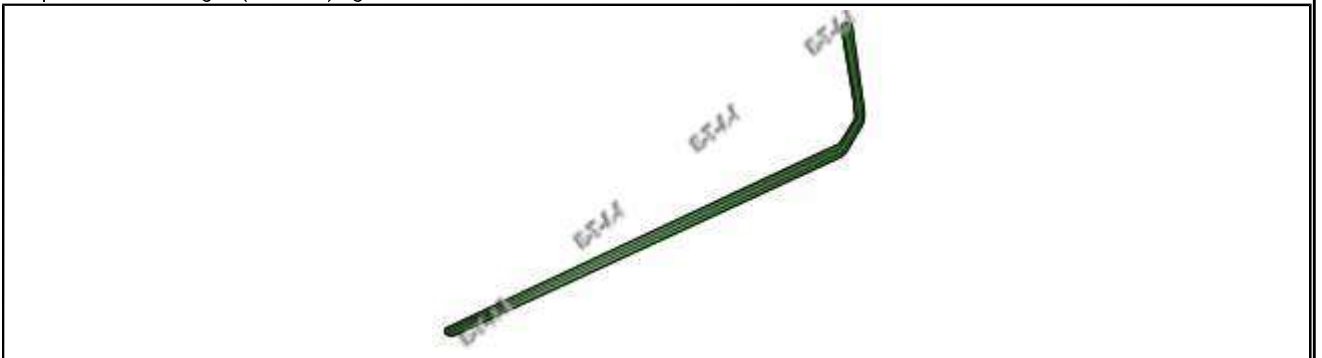

Fig.4
- Goupille de verrouillage : (0188-Q1)Fig.4